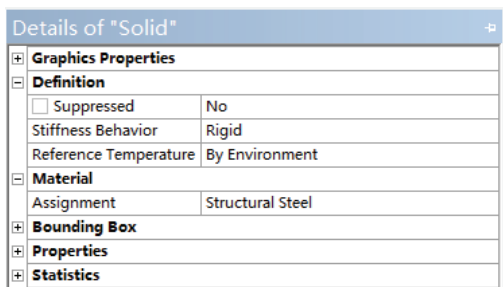

图 16-12 设置 Stiffness Behavior 均为 Rigid
2) 选择 Mechanical 界面左侧 Outline 树结构图中 Geometry 选项下的所有 Solid，在 Details of “Solid” 中确保所有的 Solid 对象的 Stiffness Behavior 均为 Rigid，如图 16-12 所示。